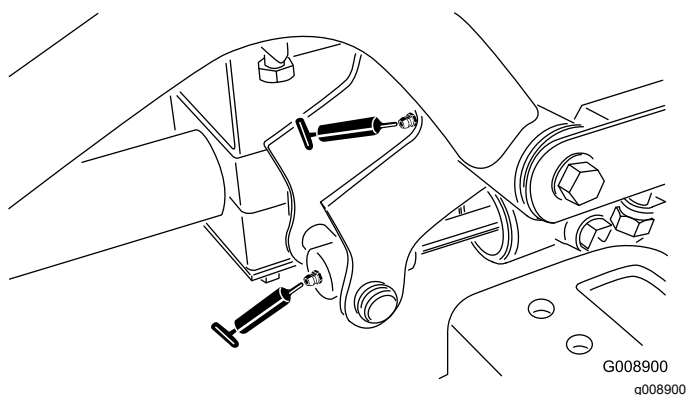

Figura 43
- Perno del braccio di sollevamento destro anteriore e cilindro di sollevamento (2) (Figura 43)